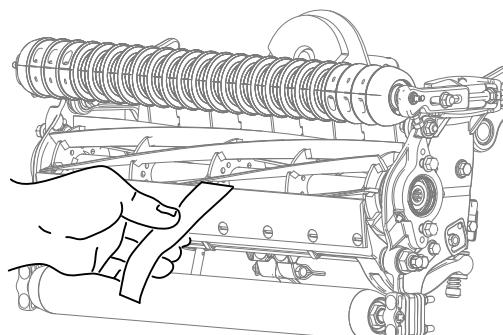

Figura 10
- Verificate le prestazioni di taglio inserendo una lunga striscia di carta di verifica del taglio Toro tra il cilindro e la controlama, perpendicolarmente alla controlama (Figura 10). Ruotate **lentamente** il cilindro in avanti; questa operazione dovrebbe tagliare la carta.